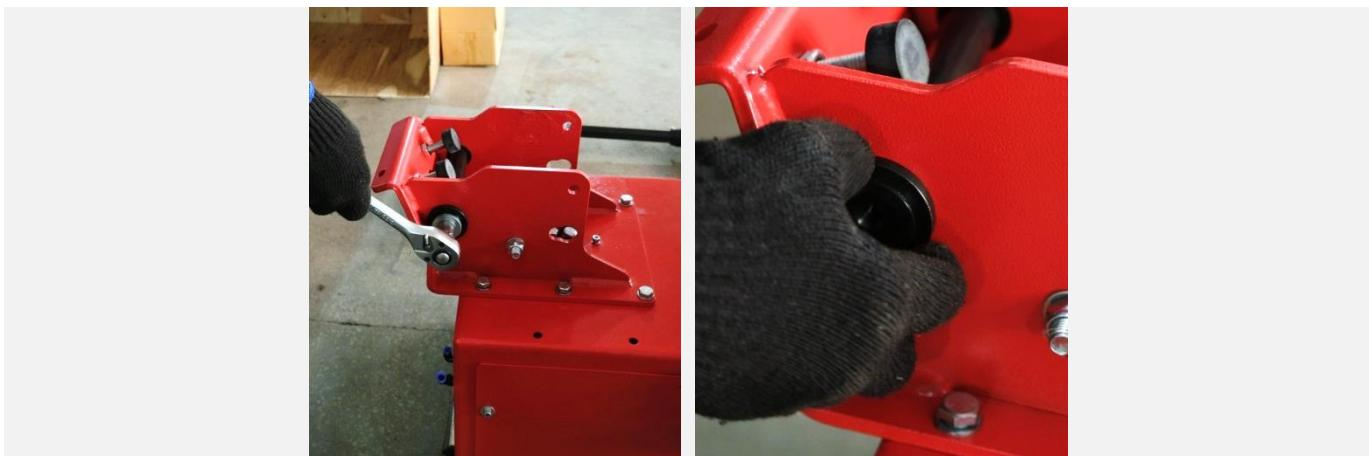

Рисунок 9
**7.4.3** Снять с кронштейна ось колонны и ограничительную шпильку (см. Рисунок 9).